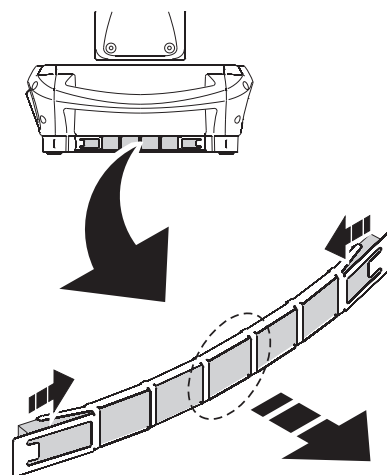

Figure 17: Filtres à air de la base
3. Voir Figure 17. Sur chaque côté de la base, comprimez le porte filtre comme illustré ci-contre, puis tirez le porte filtre par le centre pour le dégager.